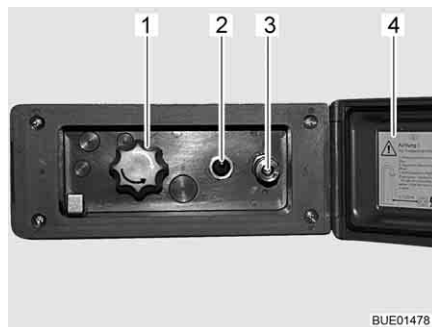

Fig. 94 Raccordo doccia esterno
- Sganciare ed aprire il coperchio (Fig. 94,4).
- Collegare il tubo flessibile della doccia esterna alla chiusura rapida (Fig. 94,3).
- Accendere la pompa dell'acqua con l'interruttore (Fig. 94,2).
- Regolare la temperatura dell'acqua ai gradi desiderati mediante la manopola (Fig. 94,1).
- Spegnere la pompa dell'acqua con l'interruttore (Fig. 94,2).
- Chiudere il coperchio (Fig. 94,4) e bloccarlo con la chiave.
- Ruotare la manopola (Fig. 94,1) sulla posizione centrale.